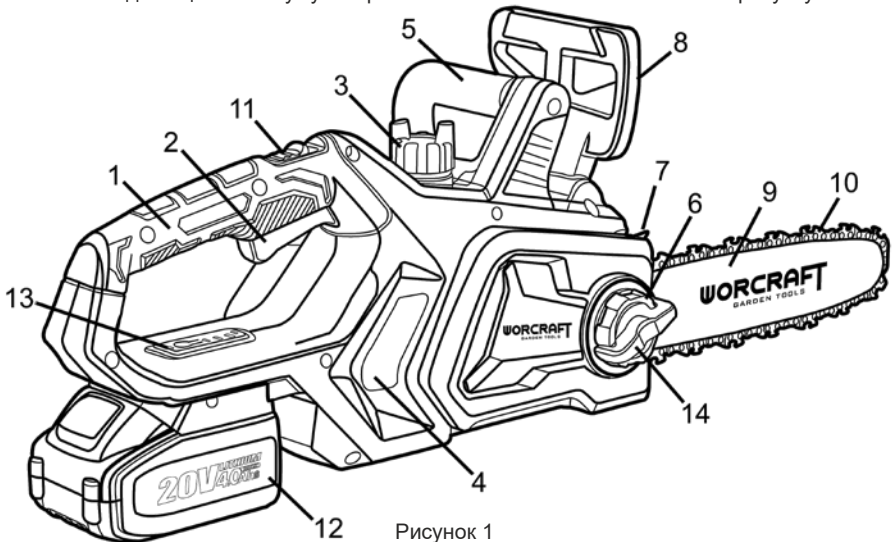

Рисунок 1
3.1.2 Відкрутіть фіксатор захисної кришки приводної зірочки (14, рисунок 1), від'єднайте захисну кришку вузла приводної зірочки.